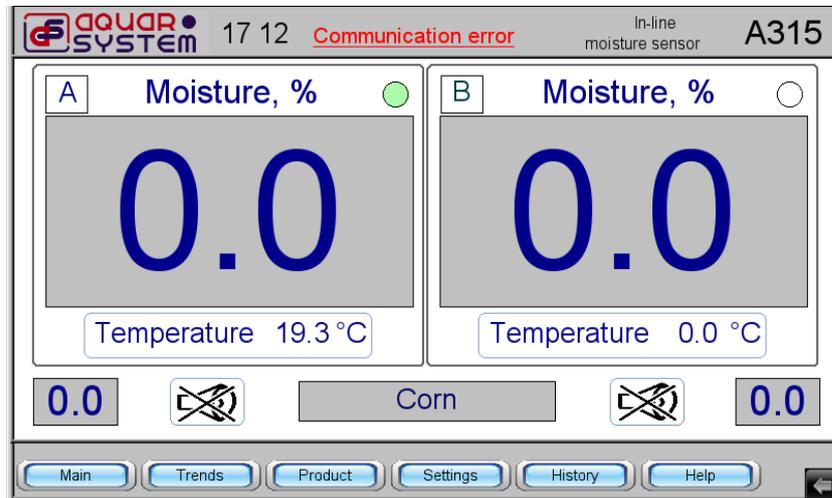

fig 32. "Communication error" message
**Problem:** «Communication error» message on the screen (fig. 32).